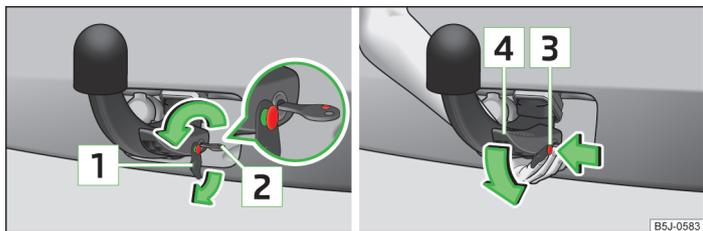

Fig. 108 Desbloquear la palanca de mando de la barra de cabeza esférica y soltarla
- > Retirar la tapa » fig. 108 del cierre de la barra de cabeza esférica en el sentido de la flecha.